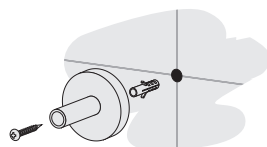

Рис.2
4.1.4. В полученных метках (п. 4.1.3.) сделать отверстия диаметром 6 мм и произвести монтаж телескопических кронштейнов (рис. 2) и внутреннего опорного диска коробки скрытого подключения (рис. 3) с помощью саморезов и дюбелей.